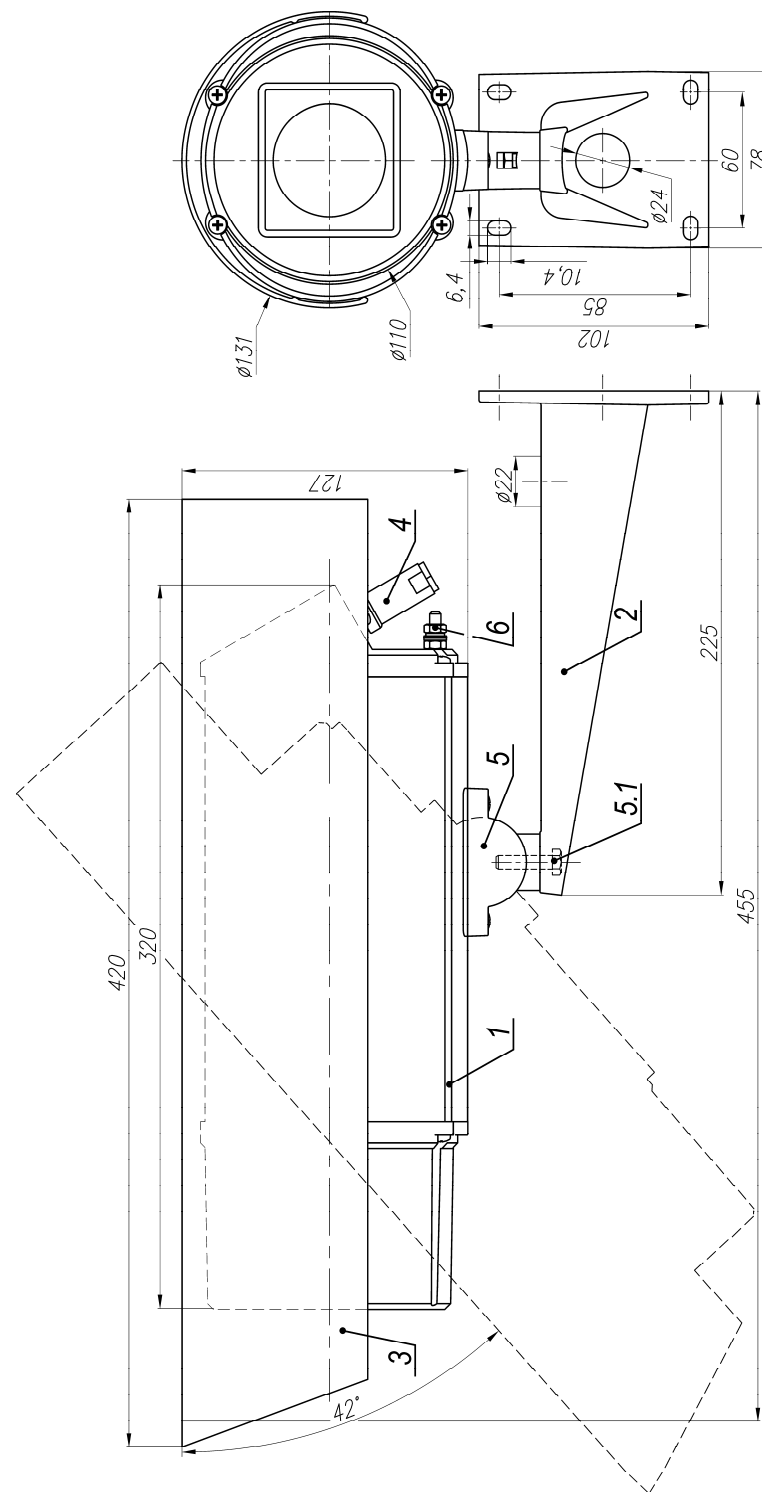

Рис.1 Габаритные и установочные размеры ТВК-95 IP Ex
3. Ослабив болт фиксации шарнира (поз.5.1 рис.1), установить гермобок на нужное направление обзора, после чего надежно зафиксировать шарнир затянув болт.
3. Заземлить гермобок с помощью болта заземления (поз.6 рис.1).
| 10 | Габаритные размеры | см. рис.1 | | | |
Состав изделия: (см. рис.1)